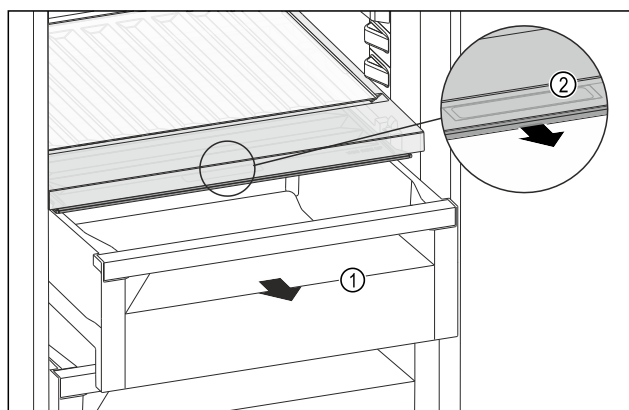

Fig. 189
- Wyciągnąć szufladę Fig. 189 (1).
- Chwycić uchwyt wpuszczany Fig. 189 (2) na pokrywie komory i pociągnąć pokrywę jednocześnie do przodu.